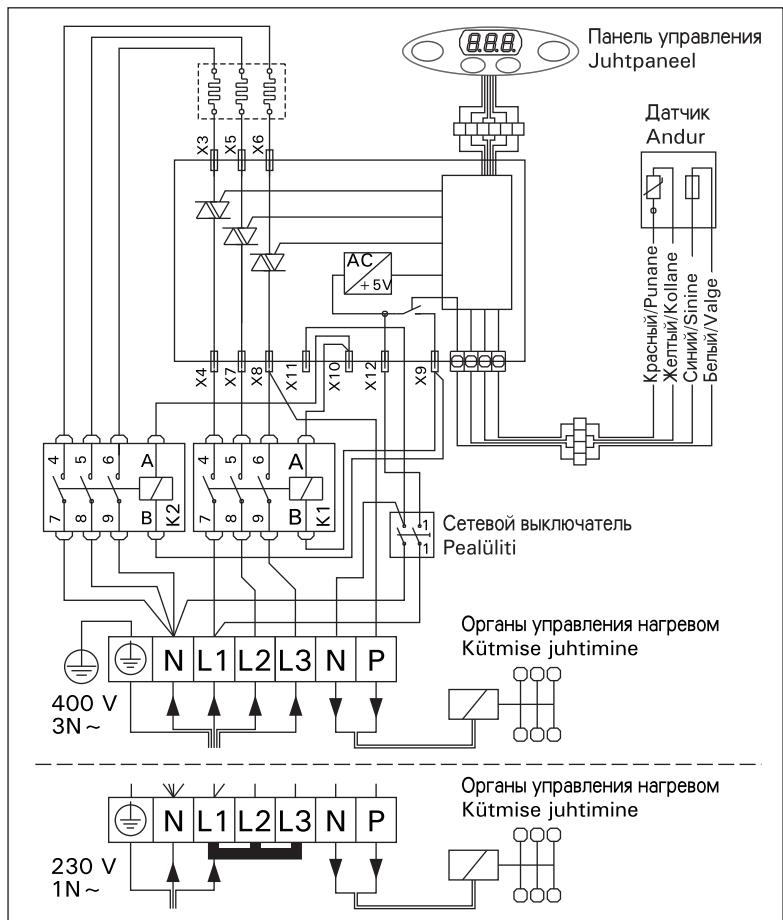

Рисунок 8. Подключение каменок PI
- Кроме разъемов питания каменки PI оснащены также разъемом (P), который делает возможным управление электрическим нагревом (см. рис. 8). Кабель управления электро-отоплением подводят прямо к розетке каменки и дальше с помощью